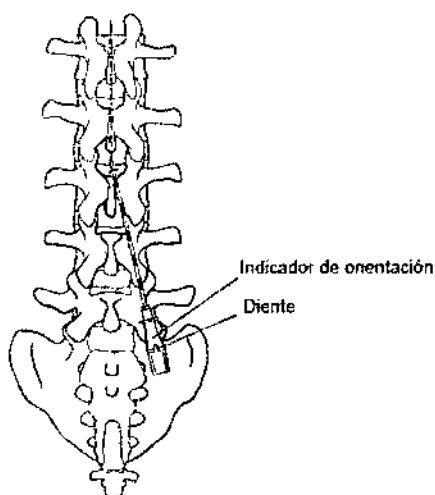

Figura 2. Vista superior del abordaje paramedial oblicuo superficial.
- b. Sitúe el pulgar y el dedo índice exactamente sobre las marcas ovales ubicadas en las dos partes planas del conector (Figura 2).
2. Asegúrese de que el diente (Figura 2) de la tapa del fiador de la aguja esté bien asentado en la ranura del cono de la aguja.
6. Vuelva a colocar el fiador de la aguja para detener el flujo de LCR. Asegúrese de que el diente de la tapa del fiador de la aguja está bien asentado en la ranura del cono de la aguja (Figura 2).
1. Compruebe que el bisel de la aguja tiene una orientación cefálica; para ello, asegúrese de que el diente de la tapa del fiador y el indicador de orientación (punto, flecha, color u otro indicador) del cono de la aguja miran hacia arriba (Figura 2).